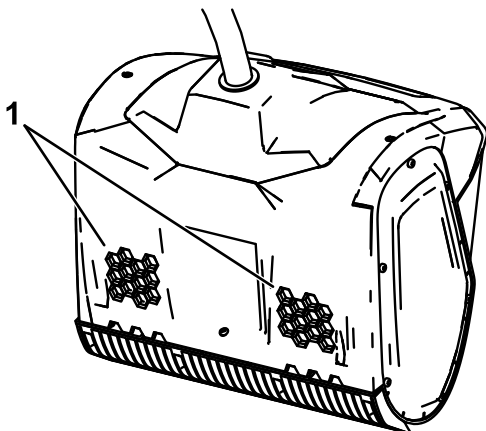

Figura 8
1. Asegúrese de que los conductos de ventilación de la parte posterior de la máquina no tengan nieve ni hielo (Figura 8).